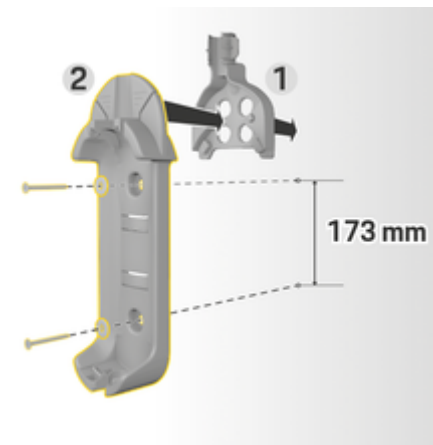

Fig. 223: Dimensiuni de găurire
3. Apăsați suportul de perete de bază **2** (Fig. 223) în ghidajul cablului **1** (Fig. 223) din față.